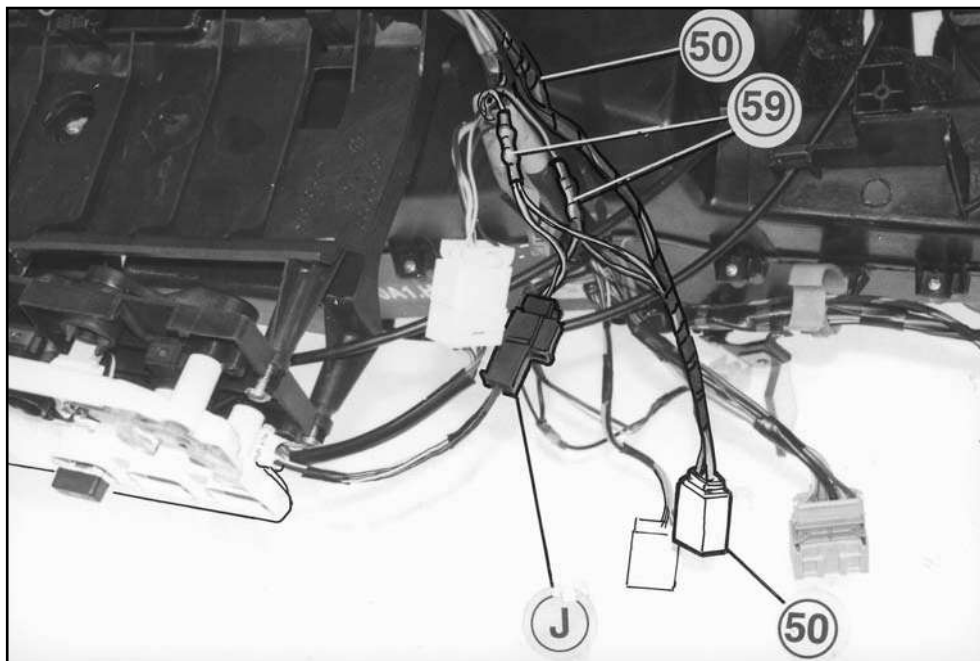

FIG. 42
ATTENZIONE: la colorazione dei cavi originali cablati al connettore «Q» e la soluzione di collegamento ai medesimi (vedi anche fig. 42) varia in funzione del tipo di alimentazione del motorino ventilante (vedi pos. 2-11-12 degli schemi elettrici allegati).
ATTENTION: the coloring of the original wiring connected to connector «Q» and the solution for connection vary (also see Fig. 42) depending on the type of power supply used by the fan motor (see the enclosed wiring diagram, pos. 2-11-12).
ACHTUNG: die Farbe der an den Steckverbinder «Q» angeschlossenen Original-Kabel und die Anschlusslösung an denselben (siehe auch Abb. 42) variiert je nach dem Versorgungstyp des Lüftermotors (siehe Pos. 2-11-12 der elektrischen Schemen im Anhang).
ATENCIÓN: la coloración de los cables originales cableados al conector «Q» y la solución de la conexión a los mismos (véase también fig. 42) cambia según el tipo de alimentación del motorcillo ventilante (véase pos. 2-11-12 de los esquemas eléctricos adjuntos).